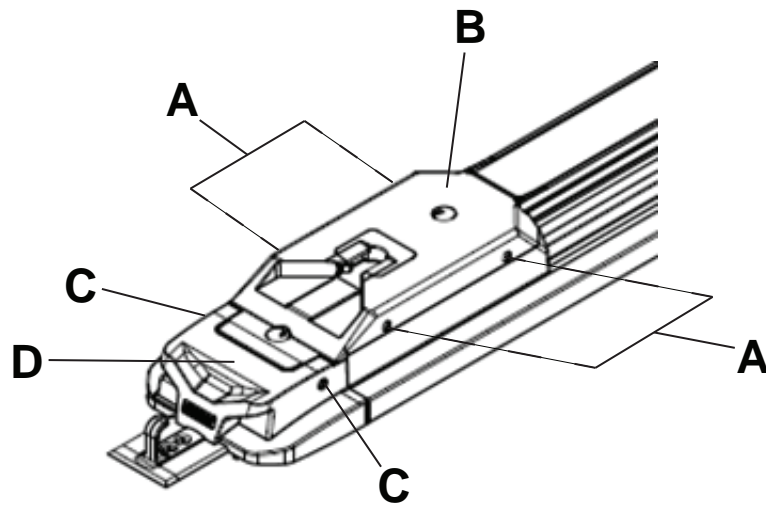

Figure 8 – Cache du côté pieds
1. À l'aide d'une clé Torx T27, enlever les quatre vis d'assemblage à six pans creux (A) reliant le cache du côté pieds (B) au transfert (Figure 8). Conserver les vis.
2. À l'aide d'une clé Torx T27, enlever les deux vis d'assemblage à tête ronde (C) reliant le cache du côté pieds à l'ensemble de nez du côté pieds (D) (Figure 8). Conserver les vis.